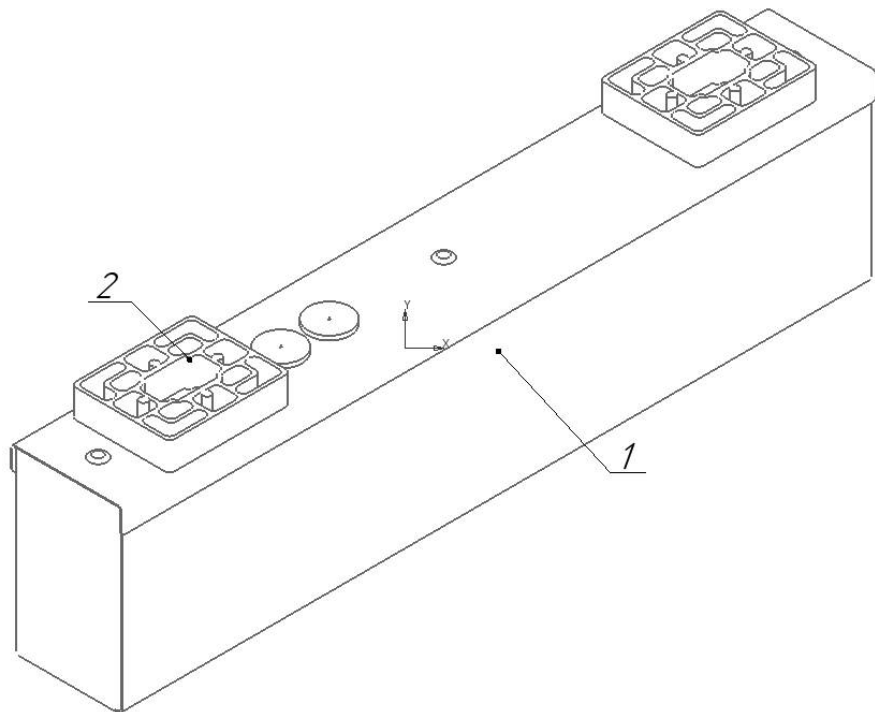

Рисунок 10 - Схема установки отсека источника питания
5.3.8. Установите крышку отсека источника питания, закрутив 2 винта (см. рисунок 10).